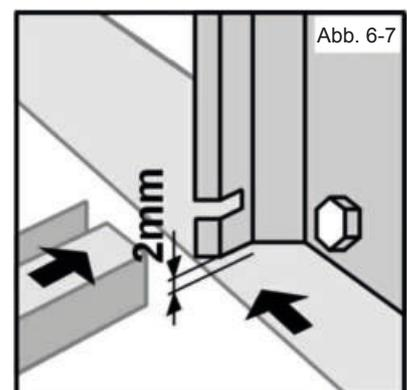

Abb. 6-7
- f) Achten Sie bei den Säulen [7] darauf, dass diese mit einem Abstand von 2 mm zum Säulenboden [6] montiert und nachgezogen werden (Abb. 6-7). Dieser Abstand dient im weiteren Verlauf der Montage für die seitliche Einführung der Bodenprofile in die Säulen.